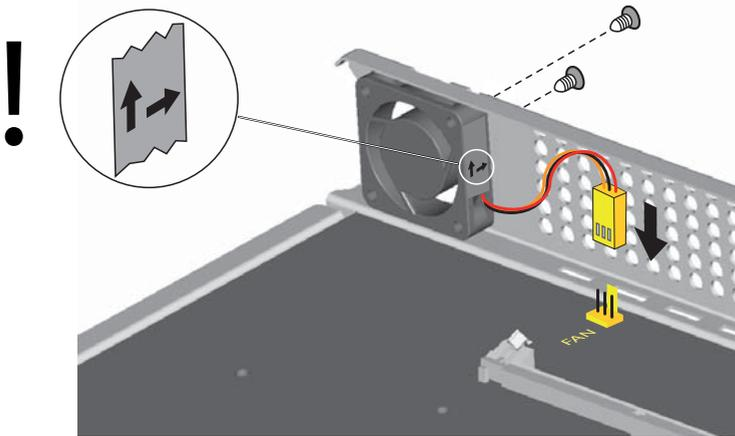

Fig. 17 Instalación del ventilador en Mitel 430
3. Utilice los dos tornillos para fijar el ventilador al interior de la carcasa. Tome nota de las flechas en el ventilador. Indican la dirección de rotación y el flujo de aire. El aire debe fluir hacia el exterior de la carcasa del servidor de comunicaciones (ver Fig. 17).